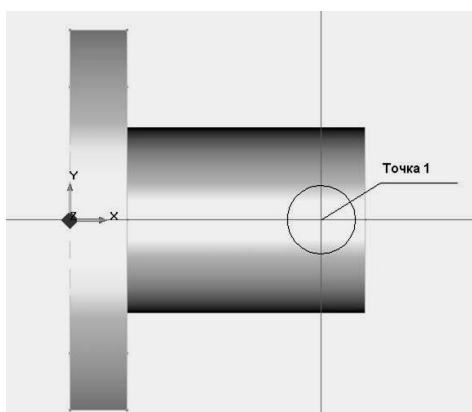

Рисунок 2.13 – Побудова кола
9. Побудуйте коло в точці 1 (рис. 2.13).